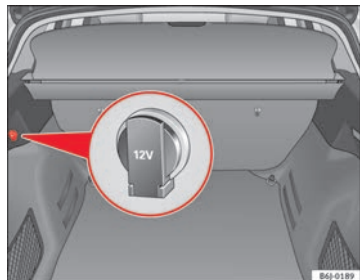

Fig. 91 Particolare del rivestimento laterale del bagagliaio: Presa elettrica da 12 Volt
- Alzare la copertura della presa di corrente ⇒ fig. 91.